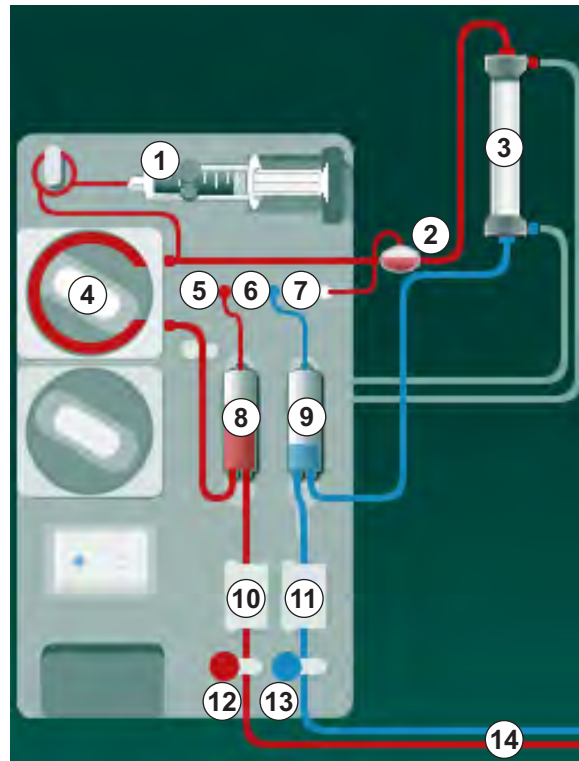

Fig. 3-2 Modo de funcionamiento - Unipunción Cross Over
Con el clamp venoso (Fig. 3-2 Modo de funcionamiento - Unipunción Cross Over (35), ⑬) cerrado y el "clamp" arterial ⑫ abierto, la bomba de sangre ④ bombea sangre del paciente a través del dializador ③ hacia la cámara venosa ⑨ . La presión en la cámara venosa ⑨ se monitoriza a través del sensor de presión venosa ⑥ . Cuando se alcanza la presión superior prefijada, la bomba de sangre ④ se detiene y se abre el "clamp" venoso ⑬ . Debido a la presión en la cámara venosa ⑨ , la sangre fluye a través del dializador ③ de vuelta hacia el paciente hasta que se alcanza la presión inferior prefijada para la conmutación. Una vez alcanzada dicha presión en la cámara venosa ⑨ , o en el caso de que haya transcurrido el tiempo de flujo de retorno prefijado, se cierra el "clamp" de la línea venosa ⑬ . Poco después, el "clamp" de la línea arterial ⑫ se abre. La bomba de sangre ④ se activa y el proceso se inicia de nuevo con la extracción de sangre del paciente.